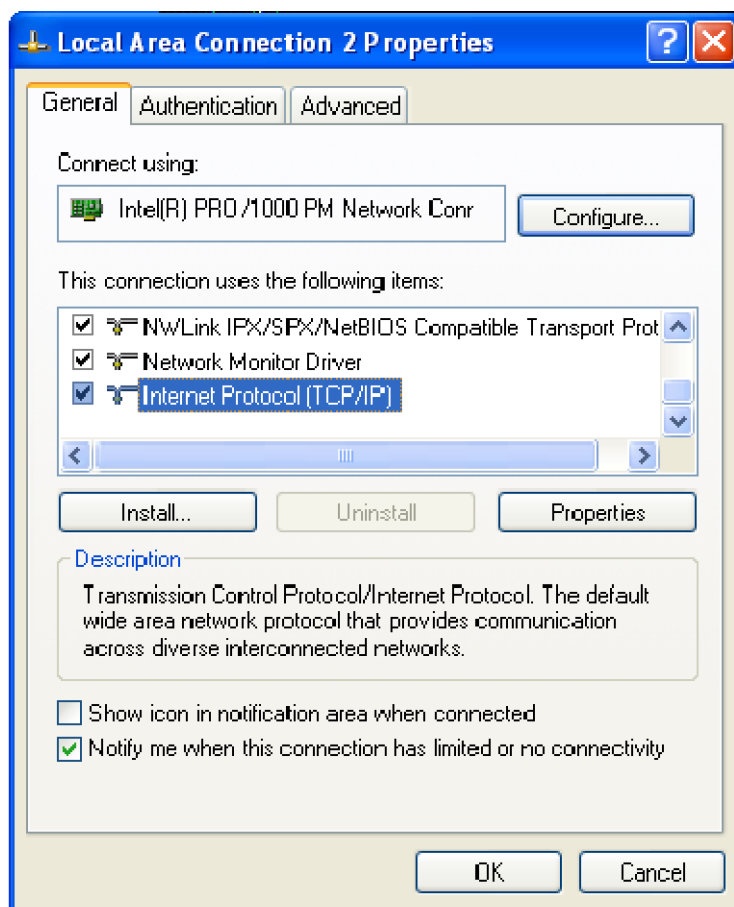

図 8: LAN Connection ダイアログ・ボックス
2. お使いのローカル LAN カードに対応するローカル・エリア接続のアイコンを右クリックし、メニューから Properties を選択します。Properties ダイアログ・ボックスが表示されます。(図 8 参照)。